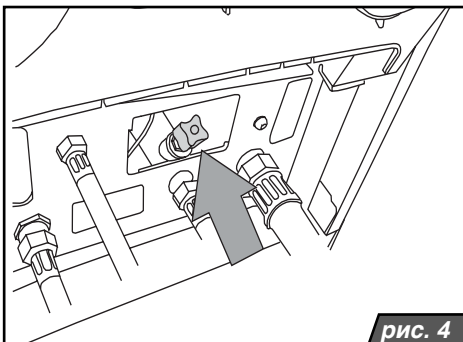

рис. 4
Дополнение воды в систему отопления (только небольшое количество) можно осуществлять с помощью дополняющего вентиля на котле (рис. 4).
- вручную откройте синий вентиль доливки (рис. 4) и следите за повышением давления на дисплее панели управления котла (для отображения значения давления необходимо нажать кнопку MODE)